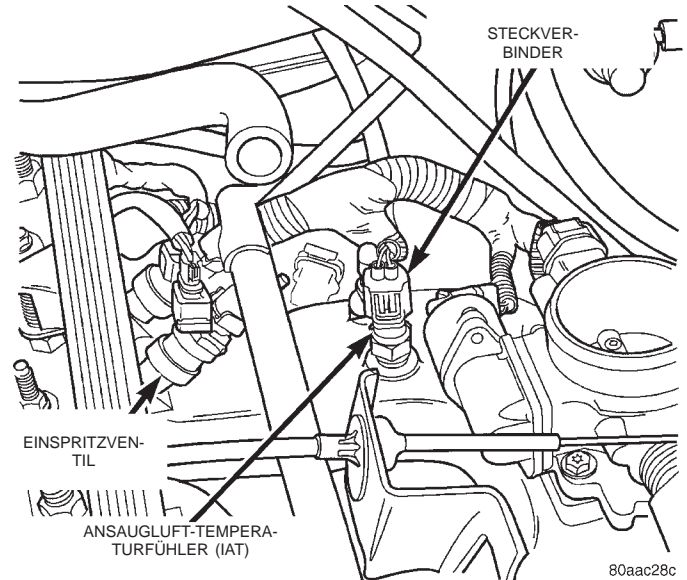
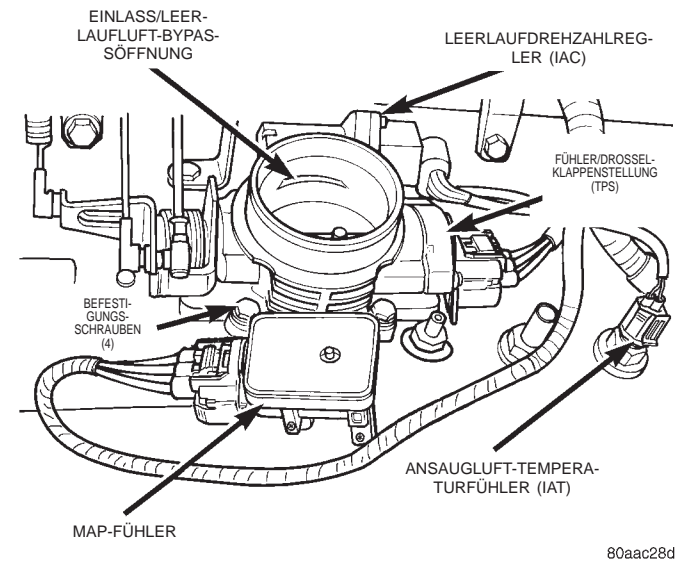
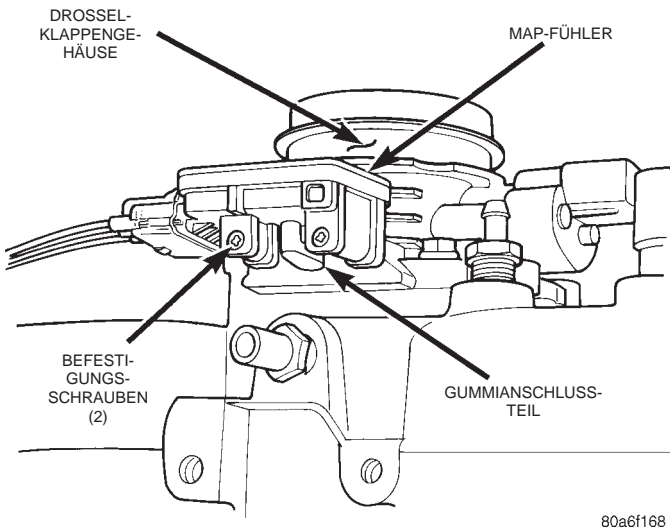

Abb. 19 Lage des Ansaugluft-Temperaturfühlers (IAT)—2.5L-Motor
Abb. 20 Lage der Fühler—z. B. 4.0L-Motor
Abb. 21 L-förmiges Gummianschlußteil—MAP-Fühler an Drosselklappengehäuse
(9) Die Anschlüsse der Schnelltrennkupplungen der Kraftstoffleitungen am Kraftstoffverteilerrohr prüfen.
(10) Sicherstellen, daß sämtliche Schlauchanschlüsse an den Unterdruckanschlüssen am Ansaugkrümmer fest sitzen und vollständig dicht sind.
(11) Die Anschlüsse des Gaszugs und des Seilzugs/Hauptdruck des Automatikgetriebes (je nach Ausstattung) am Drosselklappenhebel des Drosselklappengehäuses auf Klemmen oder Schwergängigkeit überprüfen.
(12) Bei Ausstattung mit Bremskraftverstärker prüfen, ob der Unterdruck-Versorgungsschlauch des Bremskraftverstärkers korrekt am Anschluß am Ansaugkrümmer und am Bremskraftverstärker angeschlossen ist.
(13) Den Einlaß des Ansaugluftfilters und den Luftfiltereinsatz auf Schmutz oder Verstopfungen prüfen.
(14) Den Kühlergrill, die Kühlerrippen und den Verdampfer der Klimaanlage auf Verstopfung prüfen.
(15) Prüfen, ob der Steckverbinder des Ansaugluft-Temperaturfühlers (IAT) korrekt am Kabelbaum-Steckverbinder angeschlossen ist (Abb. 19) oder (Abb. 20).
(16) Prüfen, ob der Steckverbinder des MAP-Fühlers korrekt am MAP-Fühler angeschlossen ist (Abb. 20). Außerdem prüfen, ob das L-förmige Gummian-schlußteil des MAP-Fühlers korrekt am Drosselklappengehäuse angeschlossen ist (Abb. 21).
(17) Prüfen, ob die Kabelbaum-Steckverbinder der Einspritzventile in der richtigen Reihenfolge sicher an den Einspritzventilen angeschlossen sind. Jeder
(18) Prüfen, ob die Kabelbaum-Steckverbinder korrekt am Leerlaufdrehzahlregler und am Fühler/Drosselklappenstellung (TPS) angeschlossen sind (Abb. 20).